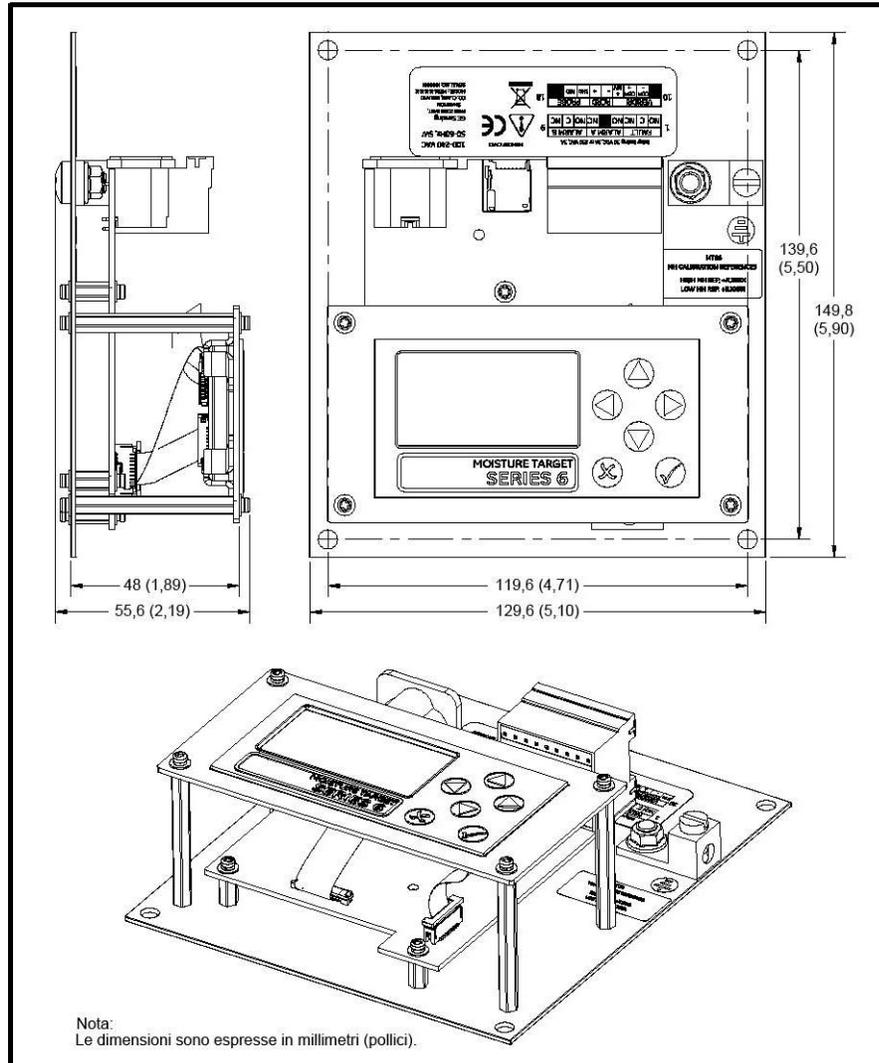

Figura 66: Sagoma del pacchetto senza custodia (rif. dis. 712-1687)
1. Montare il pacchetto in un pannello chiuso avendo cura di non lasciare fili elettrici esposti. Per le dimensioni complessive vedere Figura 66.